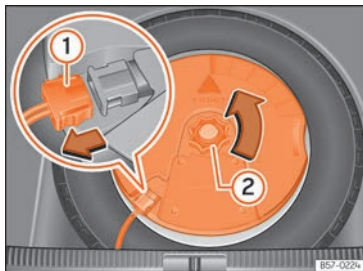

Fig. 275 Nel bagagliaio: smontare il subwoofer.
- Scollegare il cavo dell'altoparlante subwoofer »» fig. 275 ①.
- Ruotare la rotella di fissaggio in senso antiorario ②.